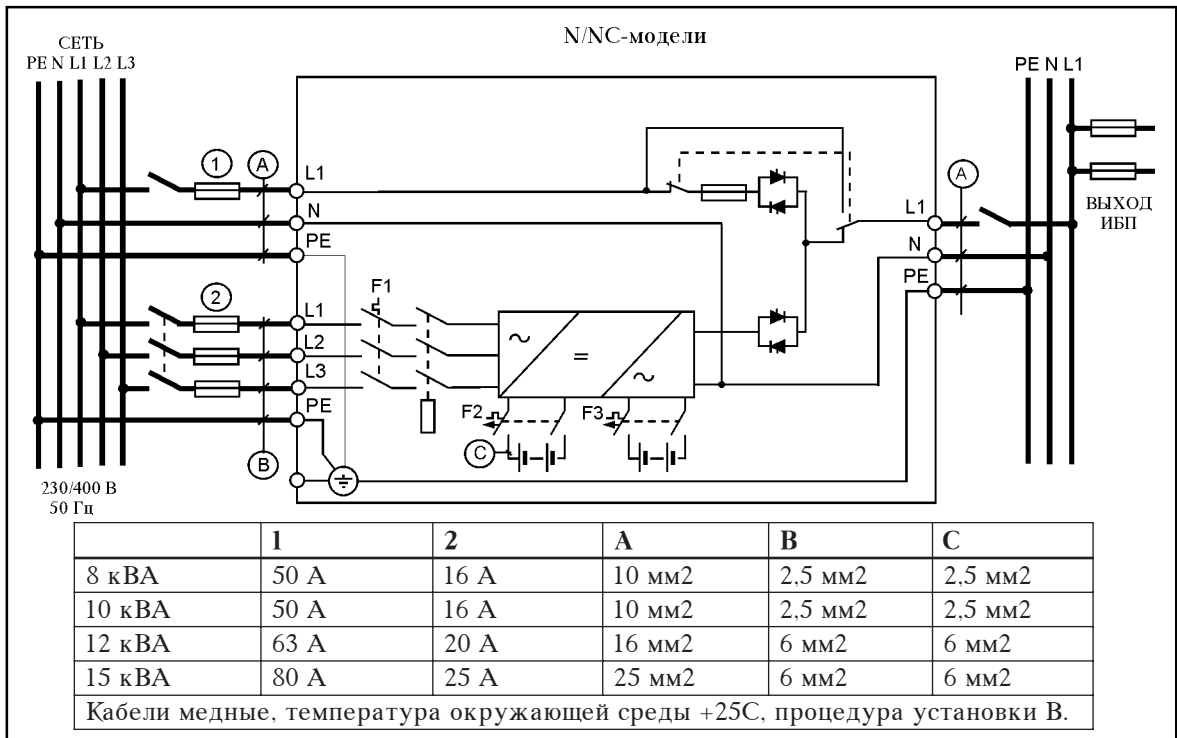
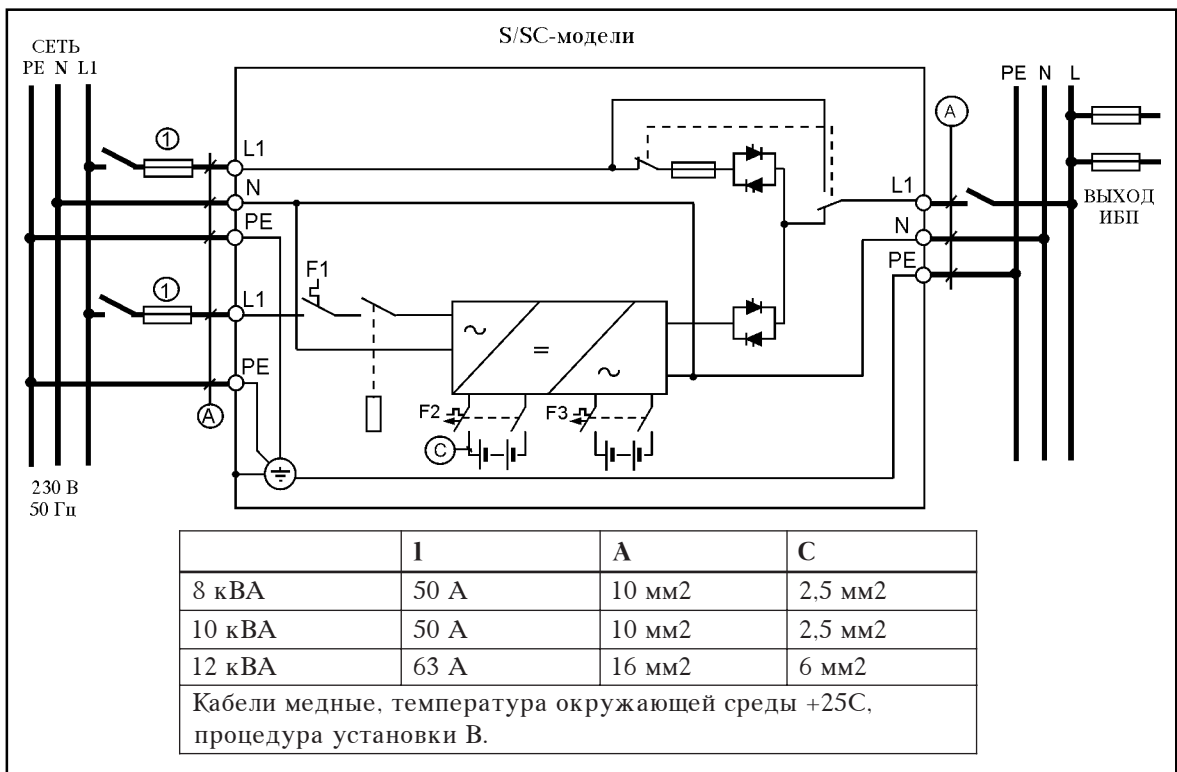
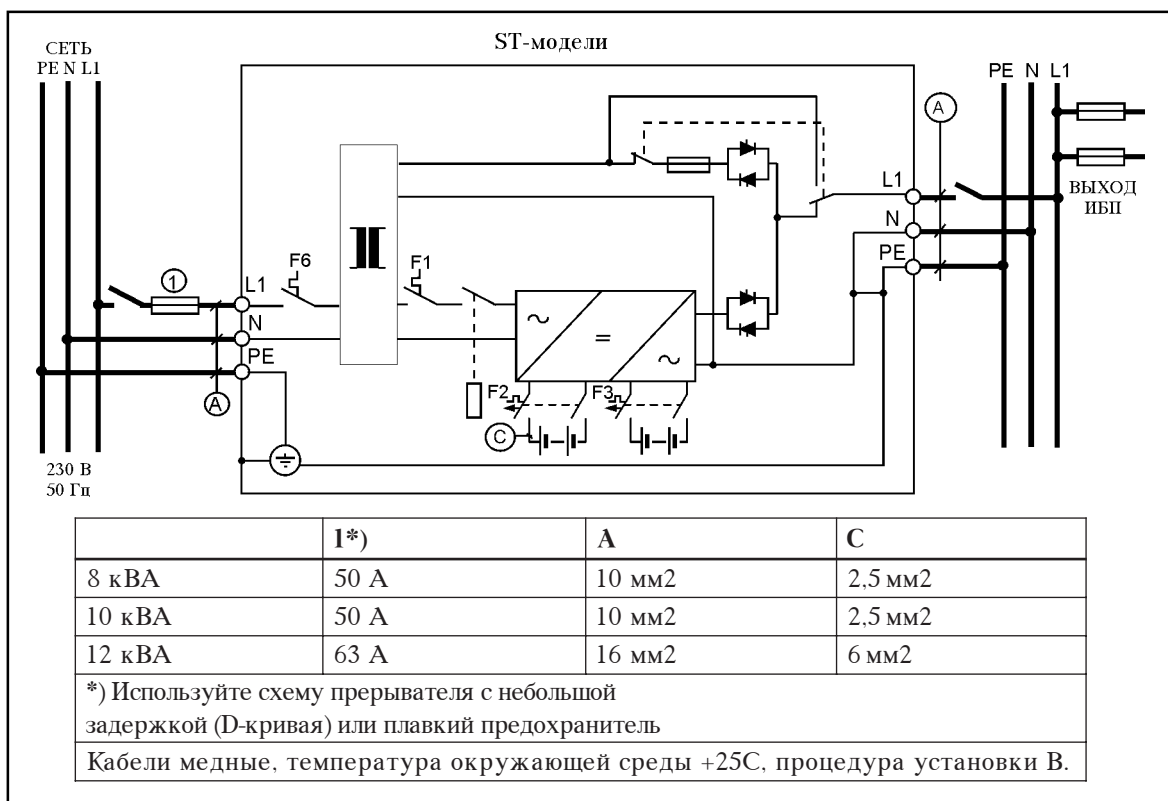

Рис.5. Схема подключения - N/NC-модель (3-х фазный вход на выпрямитель)
Рис.6. Схема подключения - S/SC-модель (1-фазный вход выпрямителя)
Рис.8. Схема подключения - ST-модель
1. Проверьте, что электропроводка на месте подключения ИБП выполнена в соответствии с общими требованиями. Также проверьте соответствие плавких предохранителей и сечения проводов, указанных на рис.5 (для N/NC-моделей), рис.6 (для S/SC-моделей), рис.7 (для D/NT-моделей) или рис.8 (для ST-моделей). Используйте разрядный прерыватель или медленный плавкий предохранитель при подключении NT- и ST- моделей.
5. ИБП подключается в соответствии с рис.5 (N/NC-модель) рис.6 (S/SC-модель), рис.7а (NT-модель), рис.7b (D-модель) или рис.8 (ST-модель).